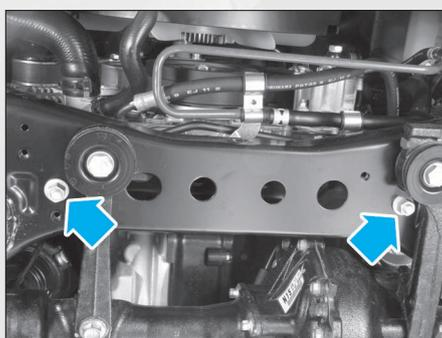

FIG. 11
- Déposer les 2 vis, puis le boîtier de direction (fig. 11).